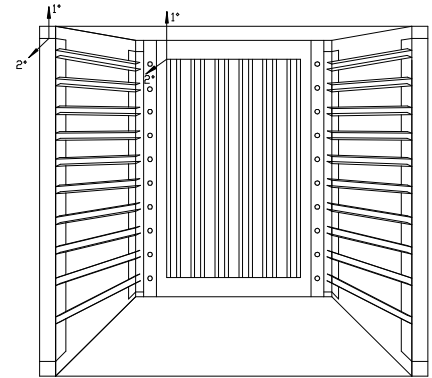

图 5
- 旋转控制旋钮 8（图 5）选择时间。顺时针方向旋转旋钮，选择 0 至 120 分钟。
- 逆时针旋转至位置 11（图 5）（手动），烤箱将持续工作。
- 如图 5 所示可以拆卸。